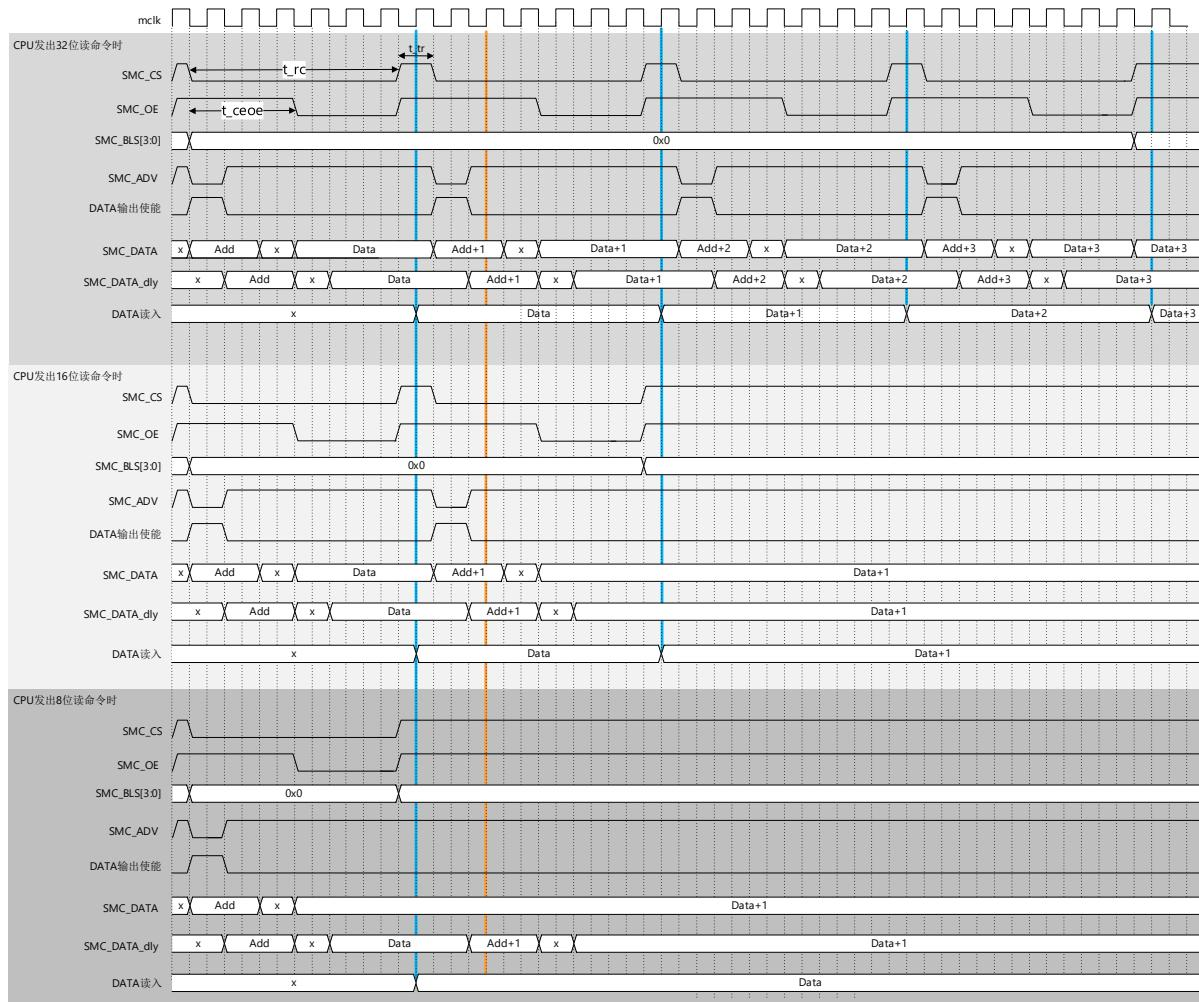

图 40-13 地址数据线复用单次读动作基本时序 (异步方式 (RSYN=0) &32 位位宽 (MW=10))
b) 表 40-8 和图 40-13 是地址数据线复用的单次读动作的基本时序图和设定例。